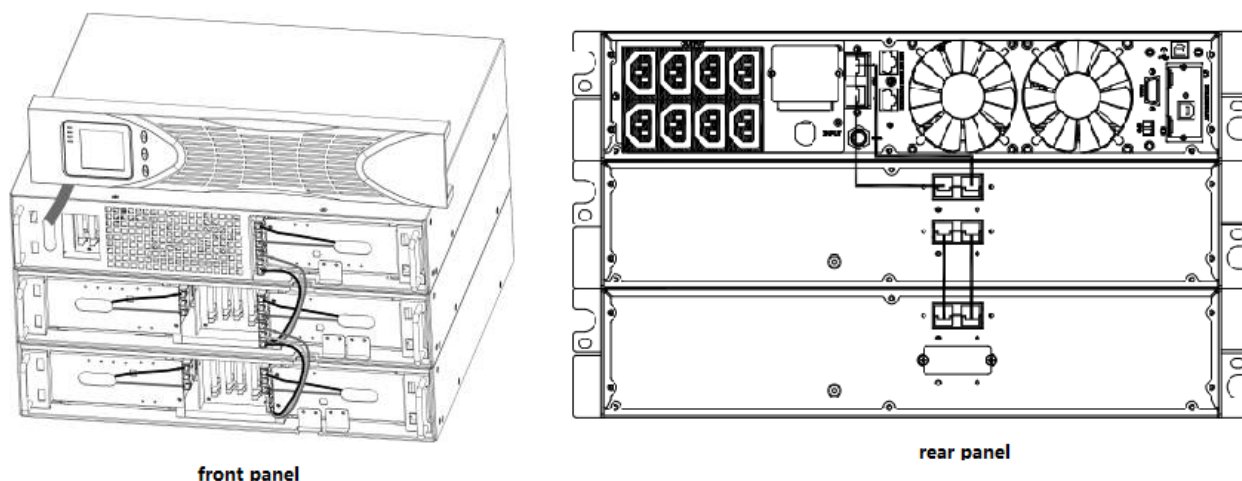

Figura 10 Installazione EBP tipo
c) Per l'EBP inferiore (o l'unico), rimuovere il passaggio del cavo EBP nella parte superiore della copertura frontale dell'EBP. Si veda la Figura 10 per verificare la posizione del passaggio del cavo EBP superiore.
d) In caso vengano installati diversi EBP, per ciascun EBP supplementare, rimuovere il passaggio del cavo EBP nella parte superiore e inferiore della copertura anteriore dell'EBP. Si veda Figura 10 per la corretta posizione dei passaggi dei cavi EBP.
e) Collegare il/i cavo/i dell'EBP al polo/i della batteria, come mostrato nella Figura 10.